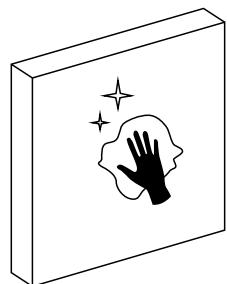

Abb. 6
- ① Reinigen Sie die Oberfläche, an der Sie die Tastatur anbringen wollen (Abb. 6).